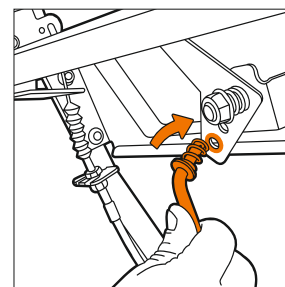

Рис. 6
- Подсоедините штангу к рычагу выбора передач на панели оператора (Рис. 6) и зашплинтуйте ее.